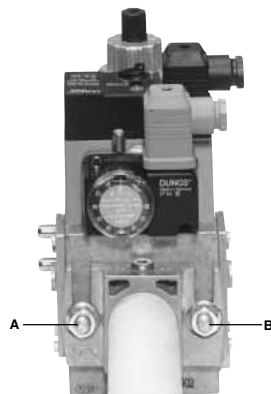

Fig. 6
3. Strangeti suruburile A, B, C si D (Fig. 6 - Fig. 7), in functie de pozitiile de montare (Fig. 9) ;